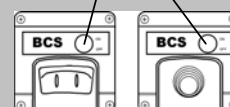

Fig. 31
- Accendere l'interruttore principale (Fig. 31).